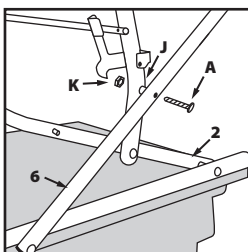

Abb. 11
- Bewegen Sie Bauteil **3** und **6** damit die Bolzenlöcher ausgerichtet sind. **(Abb. 11).**